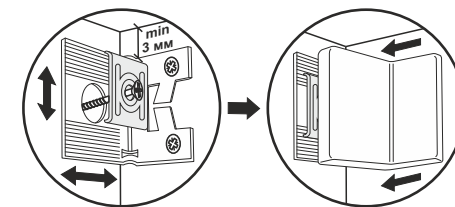

Рис.2
2. Прикрутить навесы с заглушкой к боковинам (1,3,4) не ближе 3 мм от крыш (5,7) шурупами 4x16 П/Ш (рис.2). Так как материалы стен различаются, крепеж для фиксации к стене не прилагается. Для выбора подходящего крепежа обратитесь в местный специализированный магазин